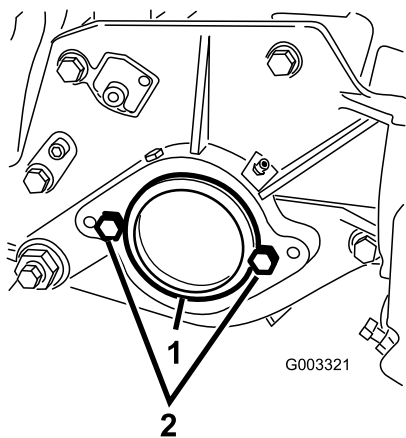

图7
3. 在滚刀组右侧、从轴承座中取下塑料盖（图7）。
4. 从右侧板卸下 2 个螺栓（图7）。
6. 将 2 个滚刀马达安装螺栓宽松地安装至滚刀组左侧板（图7）。